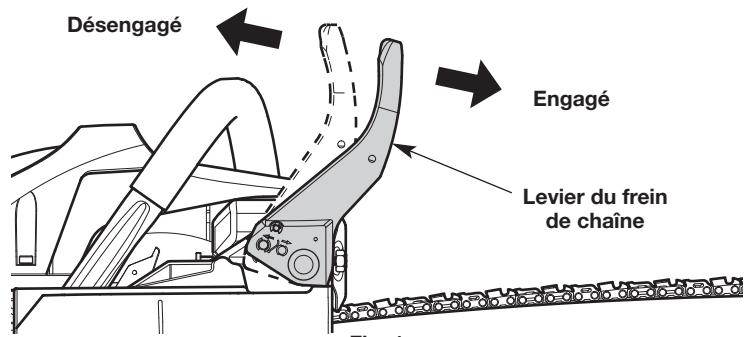

Fig. 1
2. Assurez-vous que le levier de frein de chaîne est tiré vers l'arrière en position débrayée (Fig. 1).
4. Lorsque l'appareil est en marche, enfoncez la manette des gaz du tiers et engagez ensuite le frein de chaîne en poussant le levier du frein de chaîne vers l'avant avec la main gauche (Fig. 1). La chaîne doit s'immobiliser brusquement.